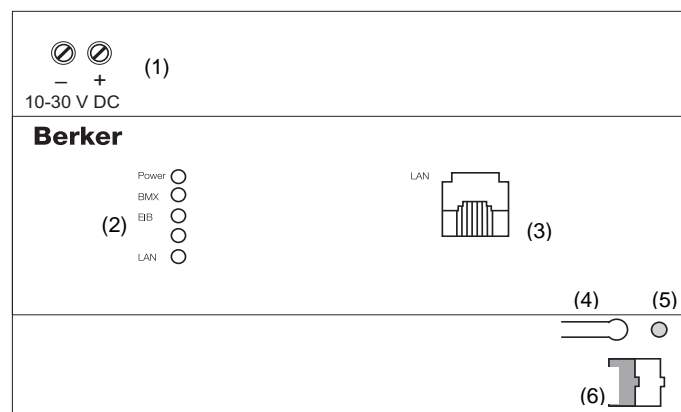

Bild 1: Geräteübersicht
Gerät anschließen (Bild 1)
- Schließen Sie die Busleitung an die Busanschlussklemme (Bild 1, 6) an.
- Schließen Sie Spannungsversorgung entsprechend der Kennzeichnung an die Schraubklemmen (Bild 1, 1) an.
- Stecken Sie die Netzwerkleitung (LAN) in die RJ45-Buchse (Bild 1, 3) ein.